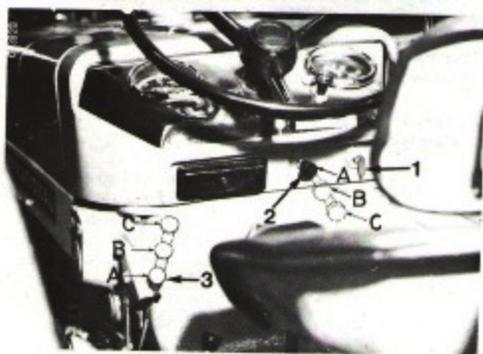

Fig. 16
Tournez la clé de contact (1), Fig. 16 jusqu'à ce qu'elle soit en position 1, de la Fig. 7.